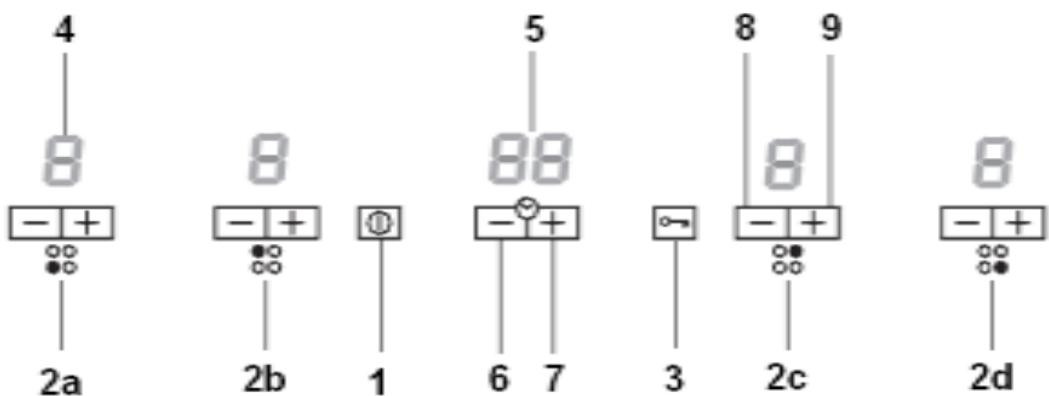

Рис. 6
- Чтобы включить варочную поверхность, необходимо нажать клавишу (1) (рис. 6) [ON/OFF] на 1 секунду. Прозвучит короткий звуковой сигнал, и загорятся индикаторы около конфорок.